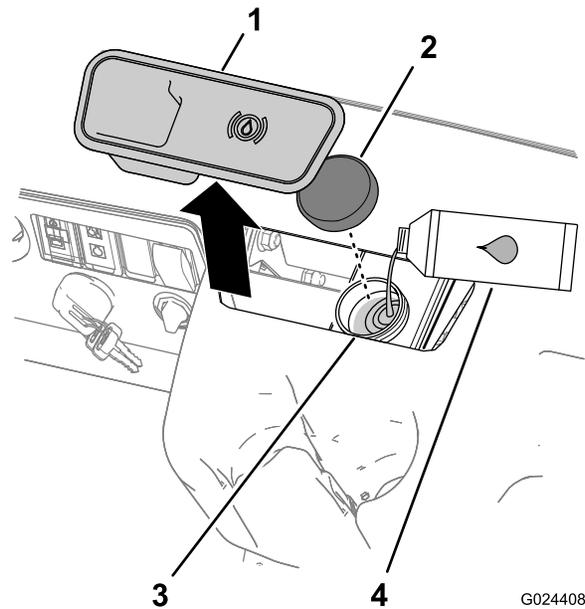

Figura 15
- Retire a tampa de borracha do centro e da parte superior do painel para obter acesso ao cilindro e reservatório do travão principal (Figura 15).
- Limpe a zona em redor da tampa do reservatório e retire-a (Figura 15).
- Coloque a tampa do reservatório (Figura 15).